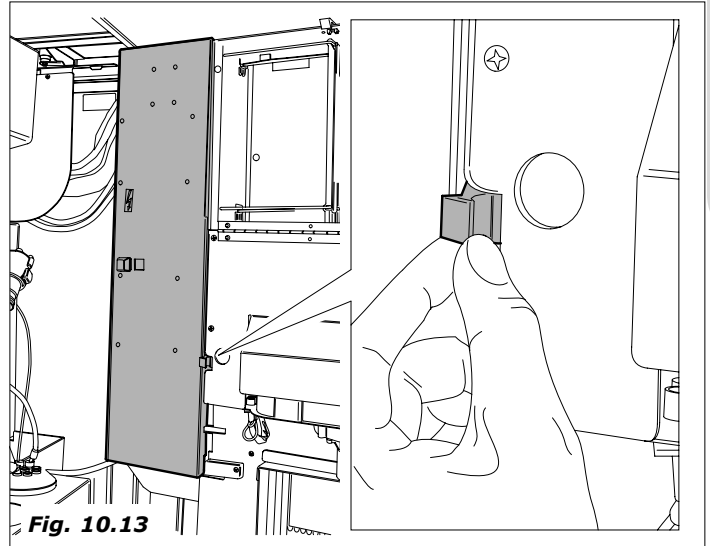
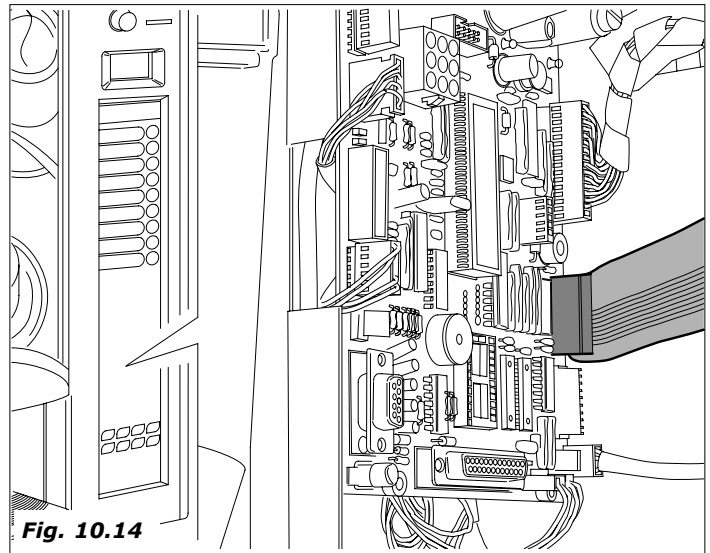

Fig. 10.13
Fig. 10.14
- Procedere quindi ad aprire il carter della scheda Master (Fig. 10.13) e collegare il cavo flat pulsantiera (Fig. 10.14).